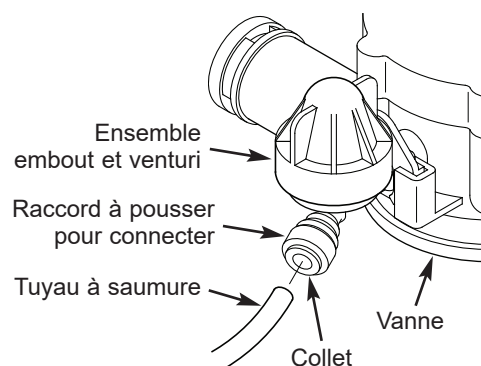
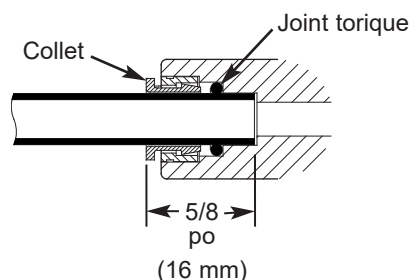

FIG. 17
FIG. 19
- c. Connectez le tuyau à saumure en insérant l'extrémité dans le raccord à pousser pour connecter sur l'ensemble embout et venturi de la vanne (cf. Fig. 17). Poussez-le jusqu'à ce qu'au moins 16 mm (5/8 po) de tuyau soit inséré (cf. Fig. 19).